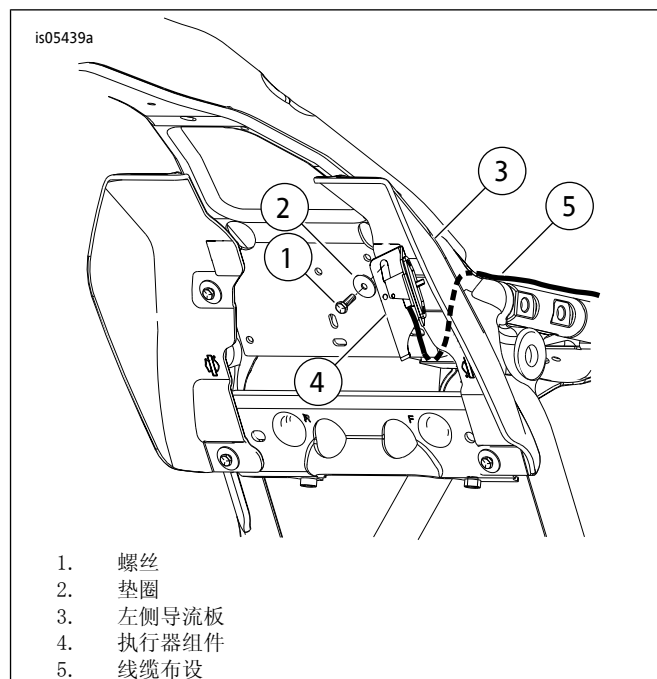

图5。安装执行器组件与中车架导流板
3. 参见图5。在调整手柄支架的安装位置，将塑料火花塞线夹从框架板的孔中拉出。丢弃塑料软管夹。
8. 参见图5。检查确认靠背调节拉索未连接到安装架。从执行器总成端开始，将靠背线缆在横梁板下布线，然后往上穿过框架（5）。
10. 参见图5。将执行器组件（4）托架的平面侧滑至电线后面，并将偏转器上部安装孔与调节手柄托架中的槽对齐。检查确认支架上的钩/弯蝶片卡入横梁板。对齐后，插入并拧紧螺钉和垫圈。